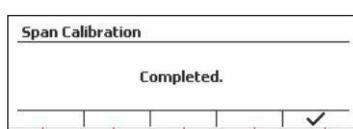

Figure 12
6. Le message « Completed » (Terminé) s'affiche alors à l'écran. (Voir Figure 12)